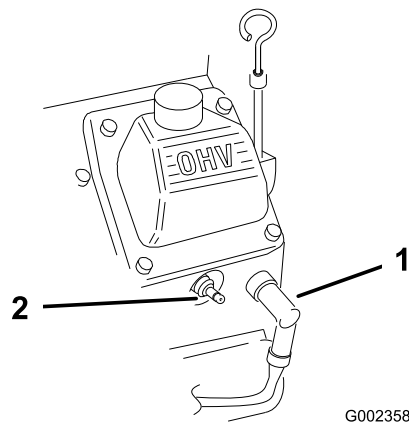

Figure 29
2. Débranchez les bougies (Figure 29).